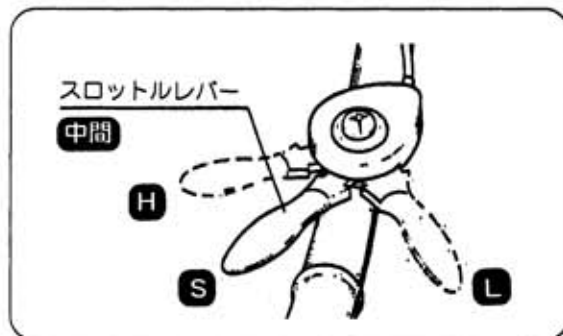

図30
(図30)
- 3 スロットルレバーを全開〔高・H〕位置にします。(図30)